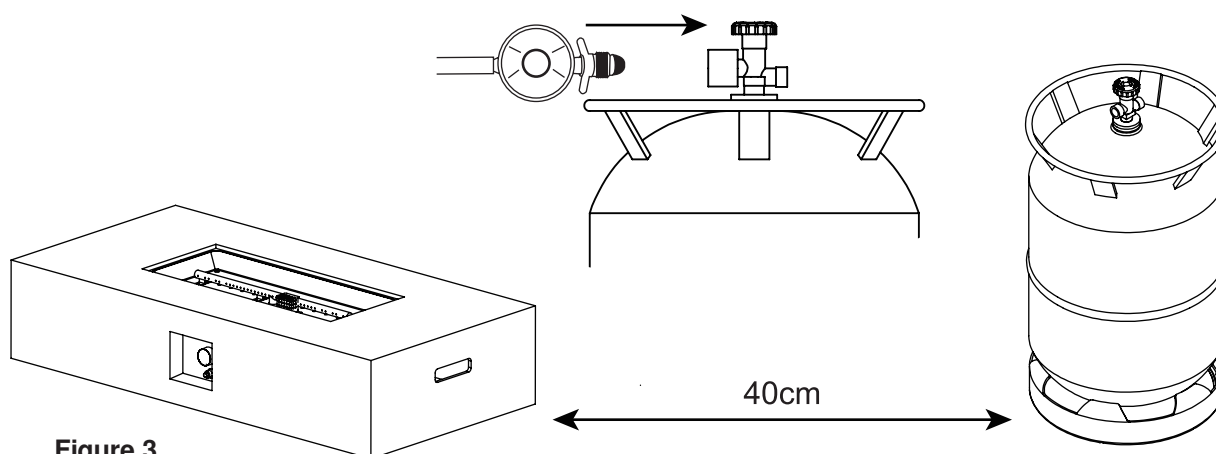

Figure 3
4. Regulator priključite na ventil plinske jeklenke in ga dobro privijte (glej Figure 3).